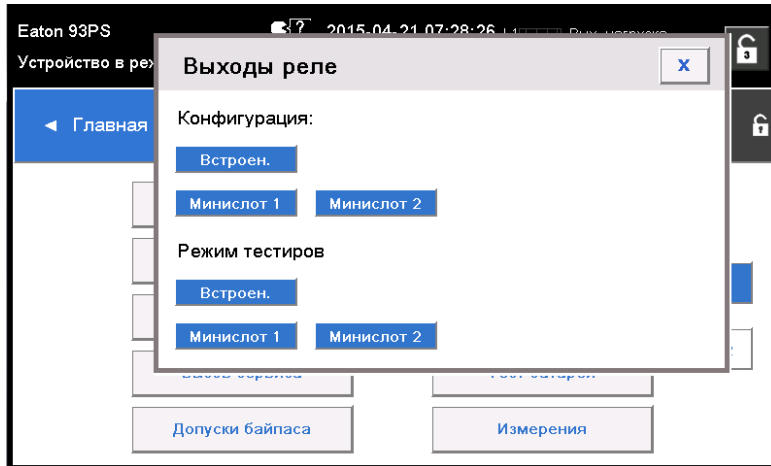

Рисунок 30. Параметры конфигурации релейных выходов
10. Для проверки реле необходимо выбрать любой из параметров в режиме тестирования (см. Рисунок 30).